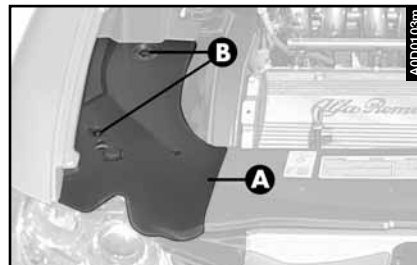

fig. 12
Para acceder al tapón de la boca de llenado del depósito del lavacristal/lavafaros, quitar la cobertura (A-fig. 12) tras haber hecho girar los pernos (B).